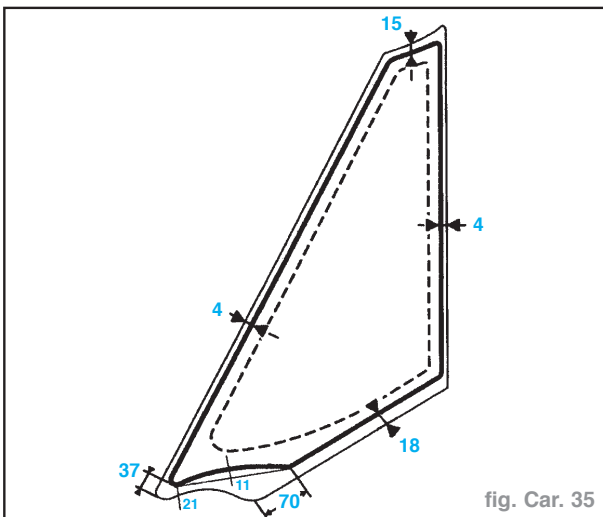

fig. Car. 35
- le cordon comme indiqué sur le dessin en partie inférieure pour ne pas coller l'aile (fig. Car. 35).